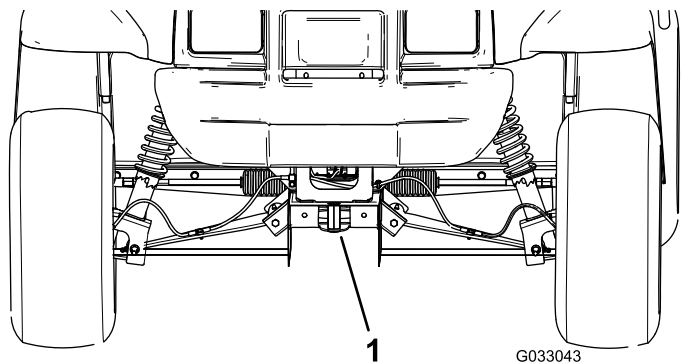

Figura 19
- Punctul de ridicare din partea din față a mainii este situat sub partea din față a cadrului, în spatele cârligului de tractare (Figura 19).